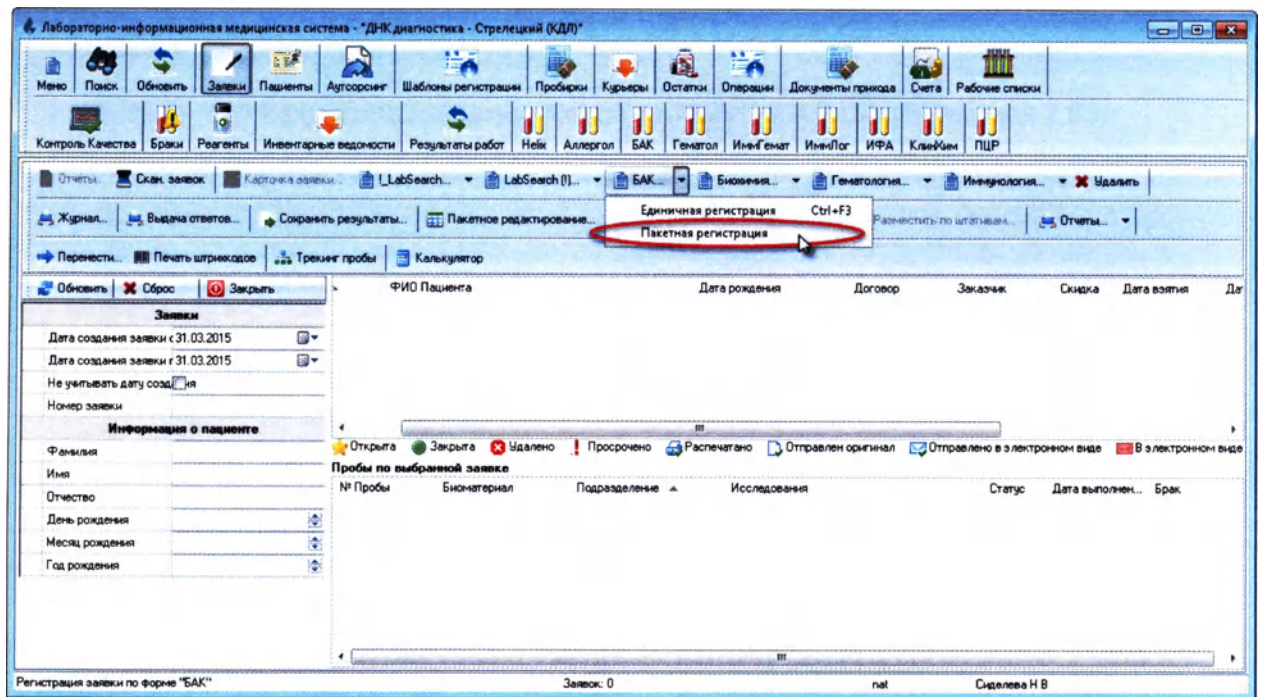

Рисунок 2.87
2. В выпадающем списке выберите пункт «Пакетная регистрация» (Рисунок 2.87):